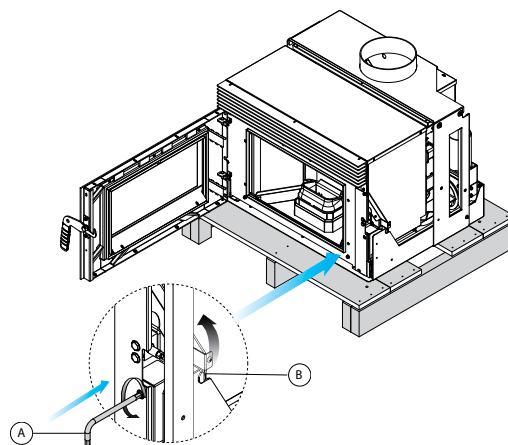
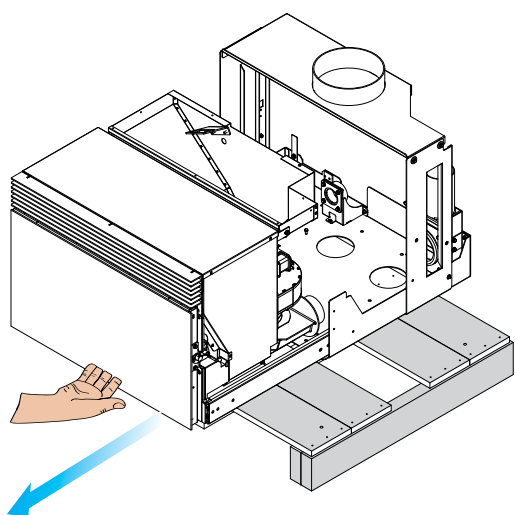

fig. 6.1.2
fig. 6.1.3
- 4) Introducir la llave Allen (A) en el compartimento de desbloqueo de seguridad; presionar y girar la palanca de cierre en sentido antihorario hasta la posición (B) (fig. 6.1.2), cerrar la puerta nuevamente y tirar de la máquina hacia fuera todo lo que permitan las guías (fig. 6.1.3).